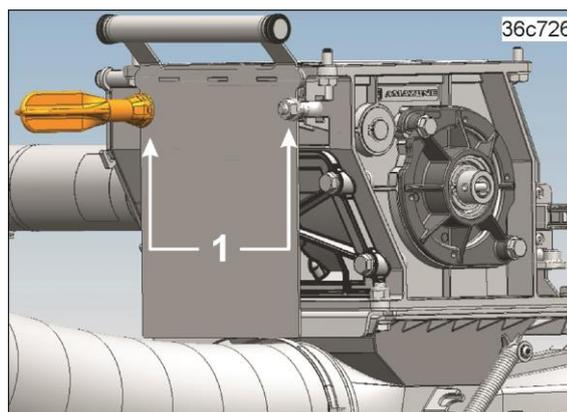

Fig. 227
1.2 2 Muttern (Fig. 227/1) lösen.